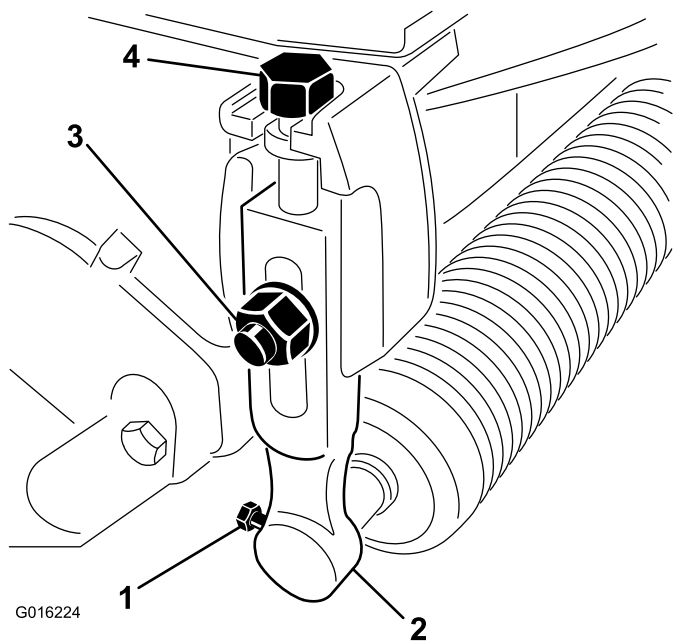

图1
2. 旋松将前滚筒两端固定至剪草高度臂的螺丝**图1**。
3. 卸下将剪草高度臂固定至滚刀组两端的防松螺栓、垫圈和锁紧螺母图1。卸下剪草高度臂和滚筒组件。
4. 从剪草高度臂上卸下剪草高度调整螺丝图1。